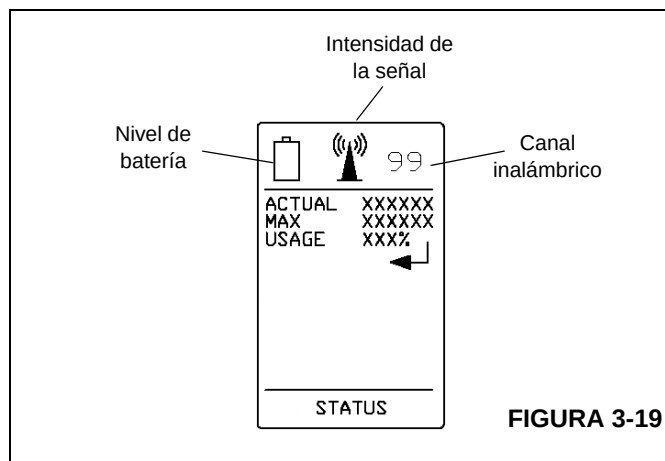

FIGURA 3-19
La pantalla LCD (27, Figura 3-18 y Figura 3-19) se usa para comunicar la intensidad de la señal, el nivel de carga de la batería, el canal inalámbrico, el estado del control remoto y la configuración de la máquina basado en los botones que están pulsados. También se visualiza la información del RCL al operador y se puede conmutar presionando el interruptor de pantalla RCL de la grúa (3). La siguiente información del RCL está disponible para el operador en la pantalla LCD: